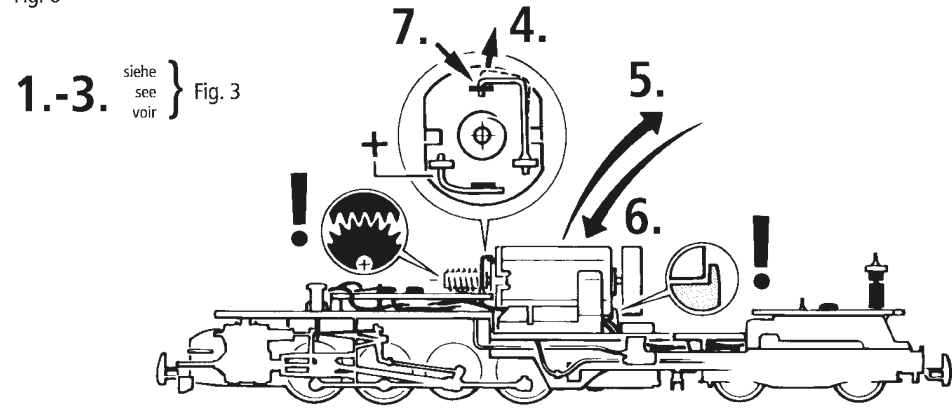

Fig. 7
2. Schmierung: Versehen Sie die im Schmierplan in Fig. 7 gekennzeichneten Stellen mit nur **kleinen Öltropfen**. Dazu zuerst das Lokgehäuse abnehmen (Fig. 3). Wir empfehlen den **ROCO Öler Art.-Nr. 10906**. Fürs Schmieren der Getriebeteile (Zahnräder, Schnecke) empfehlen wir das **ROCO-Spezialfett Art.-Nr. 10905**. Im Falle der Schmierung diese Teile **nicht ölen**.
2. Lubrication: Apply **tiny oil drops** to spots marked in fig. 7. Prior to lubrication dismantle locomotive (fig. 3). We recommend using item no. **10906, Roco oiler**. For lubrication the gearparts (e.g. cogwheels, worm) we would recommend our Roco **special grease** (item no. **10905**).
2. Graissage: N'appliquez **qu'une toute petite goutte** aux endroits indiqués par le plan de graissage (fig. 7+8) après avoir démonté la caisse de la locomotive (fig. 3). Nous vous recommandons **le graisseur à huile Roco réf. 10906**. Pour graisser les engrenages (roues dentées, vis sans fin) nous vous conseillons la **graisse spéciale Roco réf. 10905** pour engrenages en matières synthétiques. Lorsque vous utilisez cette graisse il faut éviter d'huiler ces composants.